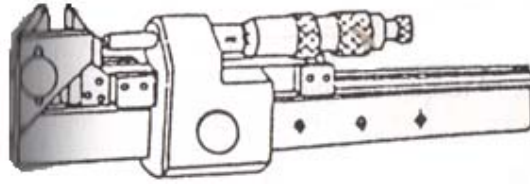

Figura 3.43
- Tipo deslizable (figura 3.43)